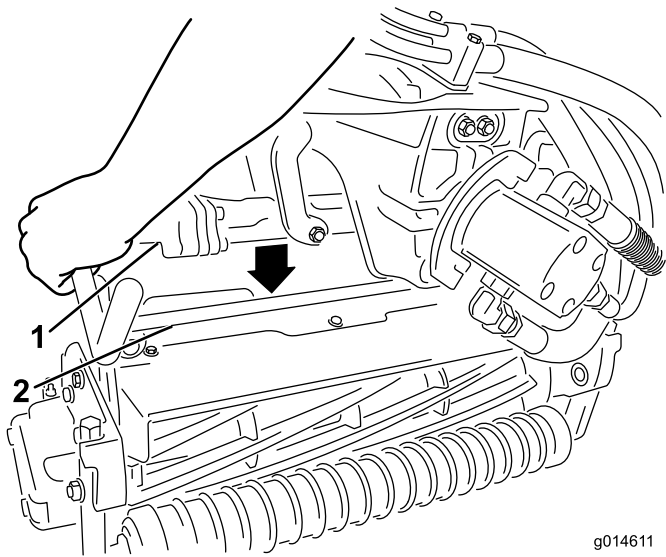

Figure 13
9. Les verrous de la barre de bras de suspension étant orientés en haut (c.-à-d. ouverts) (Figure 12), poussez le bras de suspension vers le bas pour que la barre s'engage sur la barre transversale en haut du plateau de coupe (Figure 13).